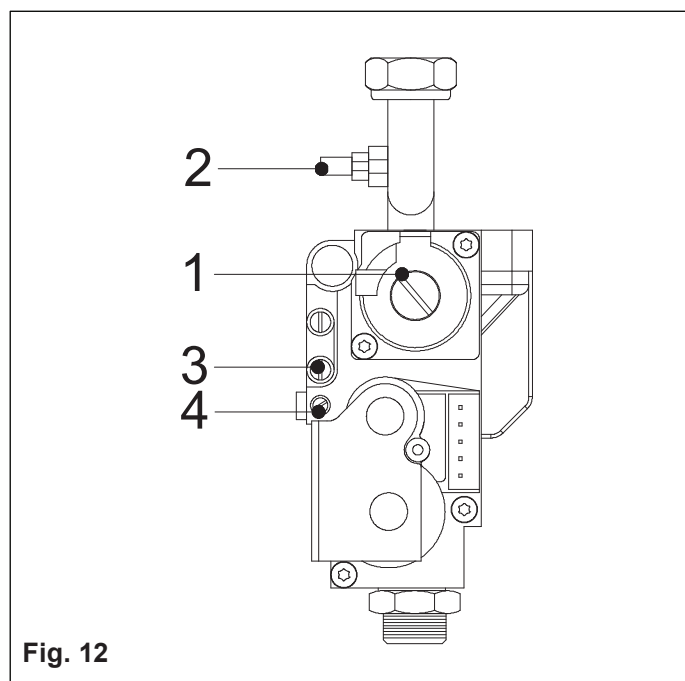

Fig. 12
- ouvrir la prise de pression 3 (voir fig.12) du bloc gaz et y relier le manomètre.
- fermer le robinet gaz, enlever le manomètre et fermer la prise de pression 3 (voir fig. 12).